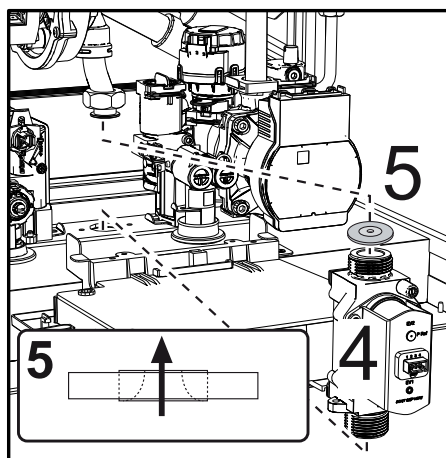

fig. 45
• Estrarre la valvola a gas "4" e il diaframma gas "5" (fig. 45).